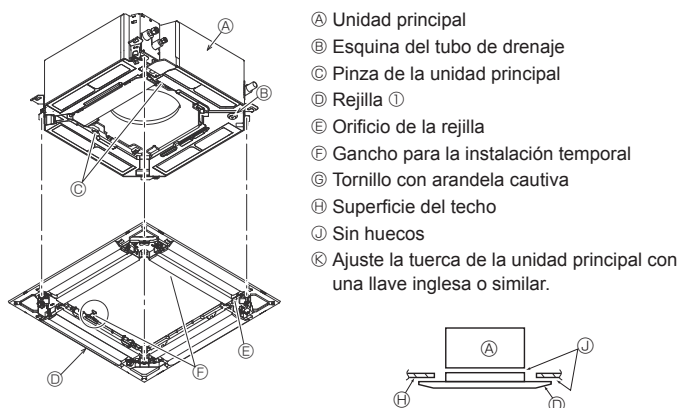

Fig. 9-6
9.4.2. Instalación provisional de la rejilla (Fig. 9-6)
- Sujete la rejilla a la unidad principal apretando los tornillos preinstalados. (Fig. 9-6)
- Después de apretar el tornillo, confirme que los dos ganchos de la rejilla (Fig. 9-6) estén sujetos en los ganchos de la unidad principal.